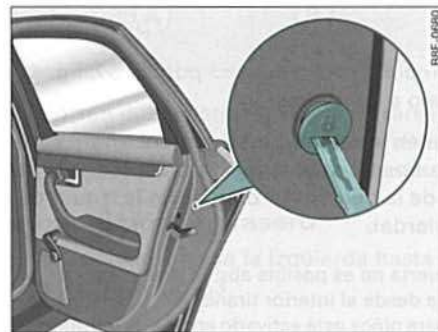

Fig. 49 Dispositivo de bloqueo de emergencia ►
- Gire la cubierta un poco con la llave ⇒ *página 57*, fig. 49 y ábrala hacia abajo a continuación.